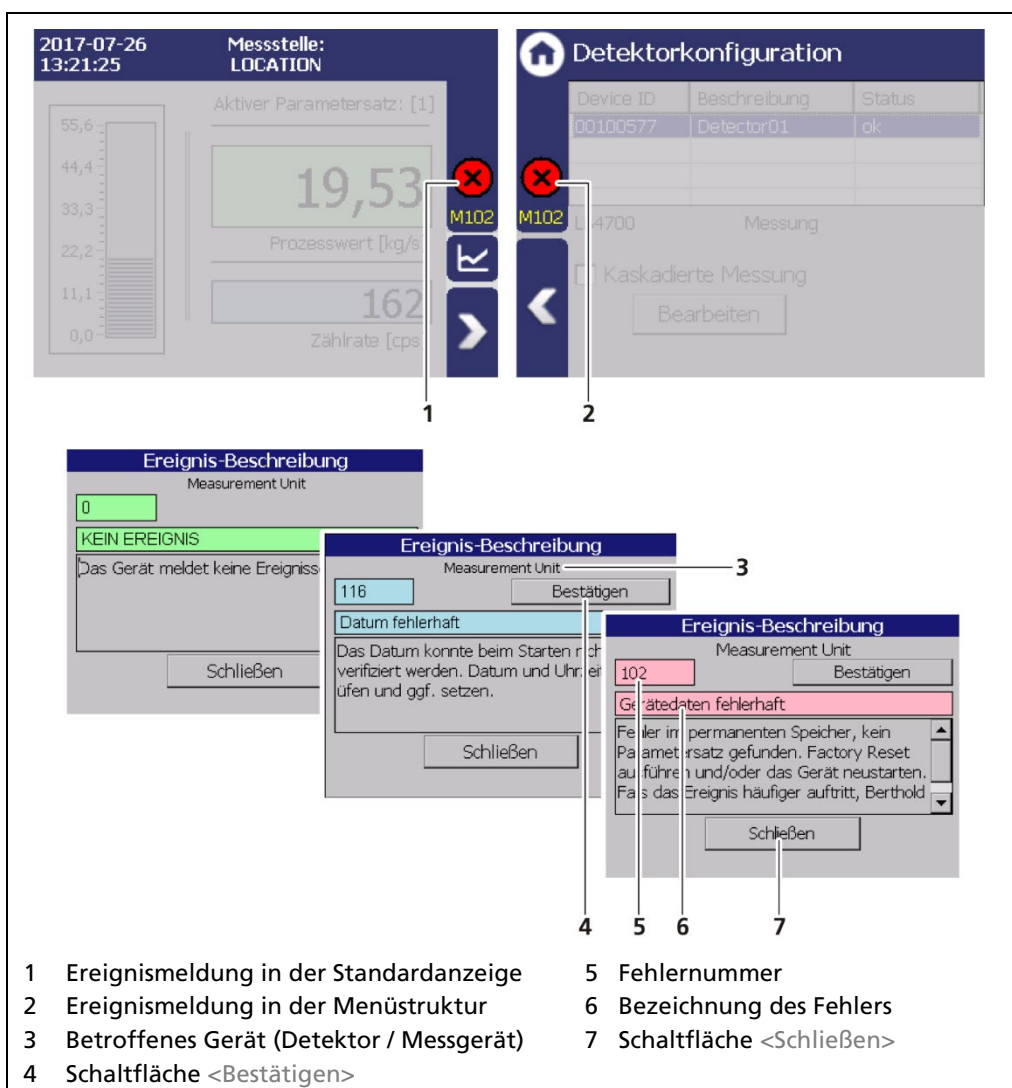

Abb. 29 Ereignismeldungen (Beispiel)
1. Klicken Sie auf das Symbol (Abb. 29, Pos.1, Pos.2) um detaillierte Informationen über das Ereignis anzuzeigen.